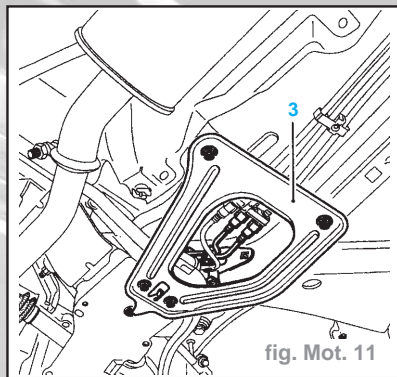

fig. Mot. 11
- Déposer les tirants (3) (fig. Mot. 11).